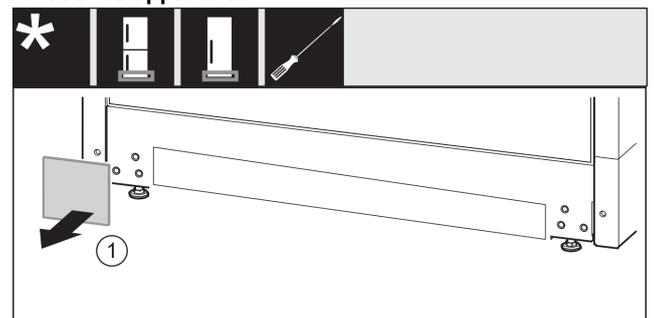

Fig. 17
- ▶ Retirer le cache. Fig. 17 (1)